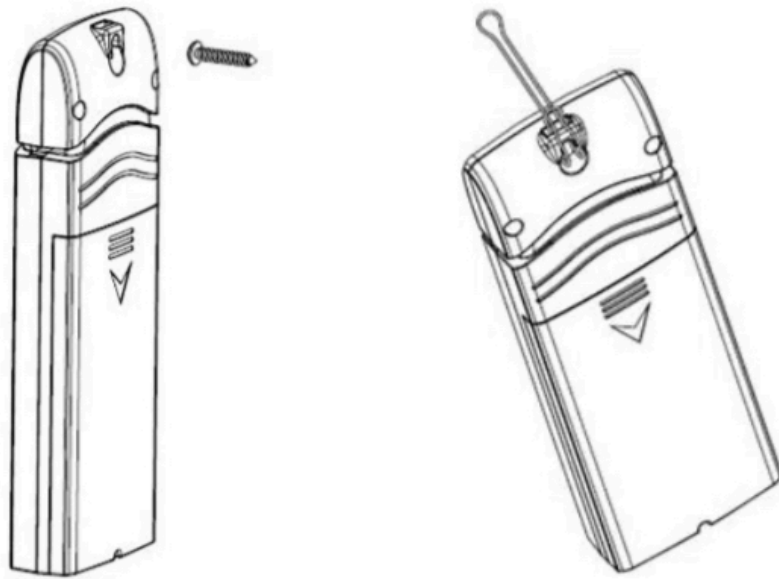

Figura 18: montaggio del sensore da interno
- Utilizzare una vite o un chiodo per fissare il sensore remoto alla parete, come mostrato sul lato sinistro della Figura 18, o
- Appendere il sensore remoto utilizzando una corda, come mostrato nella parte destra della Figura 18.